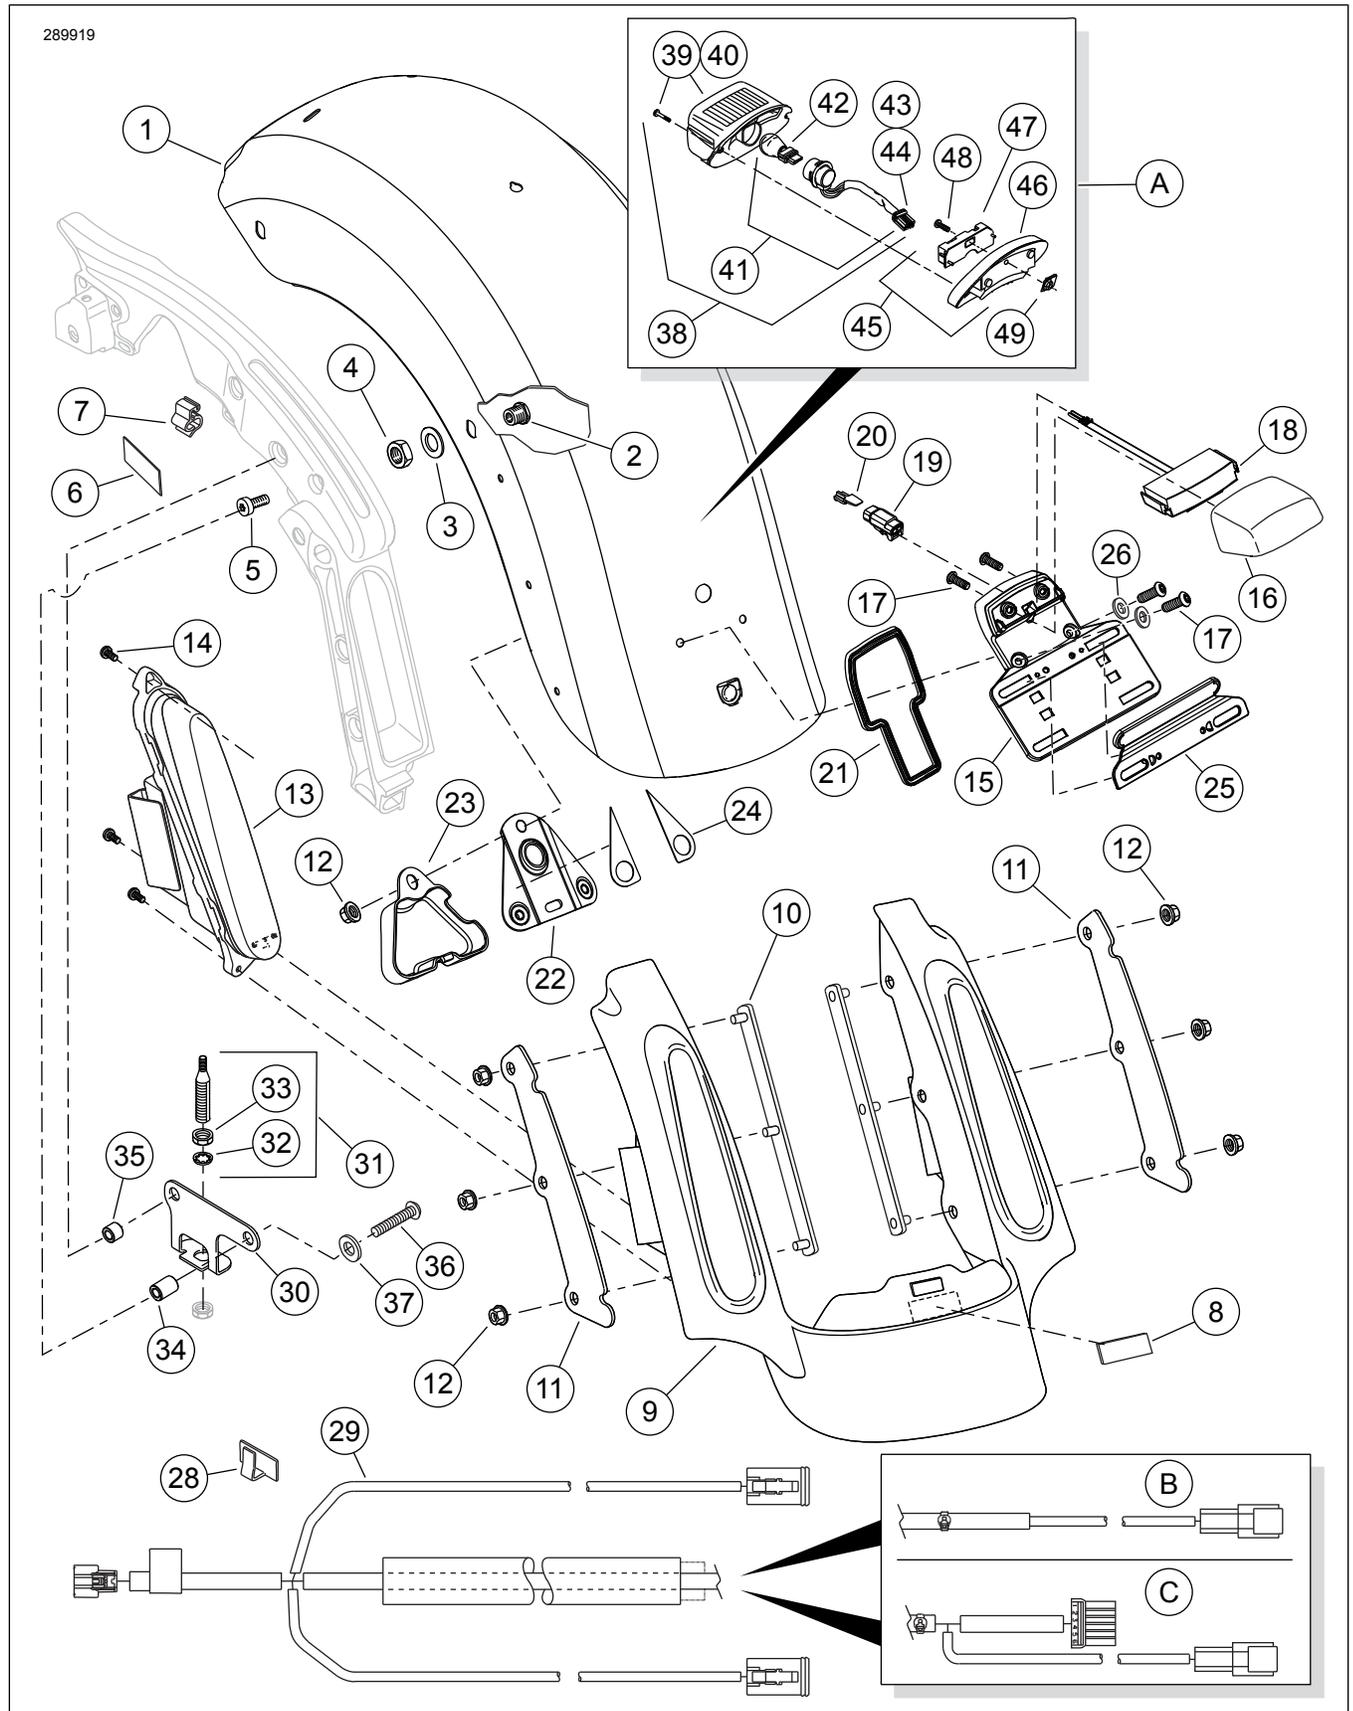

Abbildung 5. Ersatzteile, FL Touring CVO-Style Hinterradschutzblech Bausätze
1. Siehe Abbildung 5. Das Antennenkabel von der Sockelbaugruppe der Antenne abtrennen.
7. Siehe Abbildung 5. Die **neue** Antennenhalterung (30) in der Nähe der Schutzblechstützen positionieren und die Halterung an den Schutzblechstützen befestigen:
- a. Die dünne Unterlegscheibe (37) auf das Schraubengewinde setzen.
- b. Die Schrauben (36) und Unterlegscheiben (37) durch die Antennenhalterung einbauen.
- c. Siehe Abbildung 5. Distanzstücke (34 und 35) auf die Gewinde schieben, die durch die Halterung herausragen. Die Längen der Distanzstücke notieren.
2. Siehe Abbildung 5. Vier 5/16-18 x 25,4 mm (1 in) lange Befestigungsschrauben des Schutzblechs (5) aus dem Satz entnehmen.
17. Siehe Abbildung 5. Einen Clip (7) aus dem Satz verwenden, um einen Kabelbaumzweig am Schlitz an der Unterseite jeder Satteltaschenstütze zu befestigen.